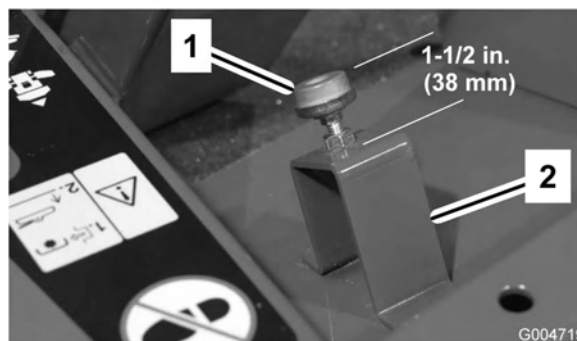

Figura 66
2. Verifique o ajuste do batente do pedal de tracção. A distância entre a posição de repouso e o topo do batente tem de ser de 38 mm (Figura 66). Desaperte as porcas e efectue os ajustes necessários.